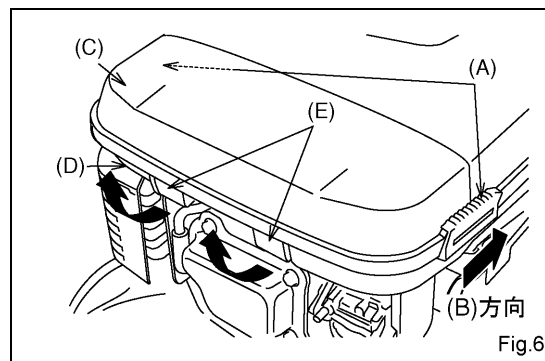

Fig.6
- (1) 両側の止め金（A）を（B）の方向に動かしてエアクリーナケース（C）とエアクリーナボディ（D）の締め付けをゆるめます。次に2つの掛金（E）を両手で引きながら天方向へ引き上げてエアクリーナケースをエアクリーナボディから外して下さい。（Fig.6）